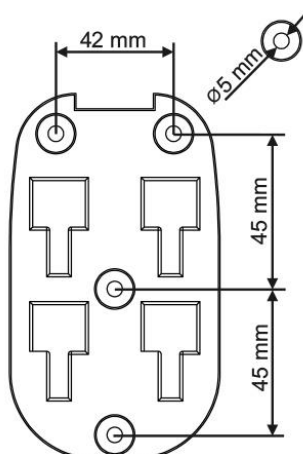

figura 1
Use la pieza de montaje (1) para marcar los puntos de fijación a la pared. Tenga en cuenta las medidas y diámetros marcados en la figura 1.